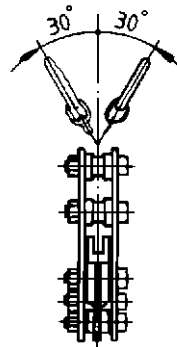

Fig. 3
- La chaîne en métal à section circulaire sur un appareil de levage adapté permet une traction latérale à un angle allant jusqu'à 30° (Fig. 3).